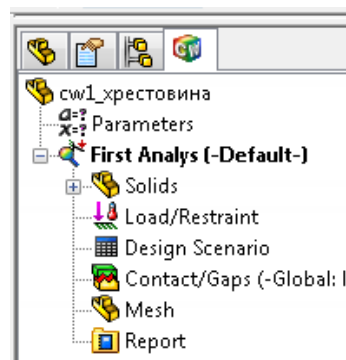

Рис. 1.11. Менеджер CosmosWorks для нещодавно створеного аналізу
3. Натисканням **ОК** підтвердіть вибір, після чого переглянете зміни в **Менеджерові** Cosmosworks (рис. 1.11). З'явився аналіз із призначеним вами іменем ( у цьому випадку – First Analys). Аналіз має тип **Static** (Статичний), про що свідчить відповідна піктограма. У розрахунках бере участь єдине тверде (**Solid**) тіло - Хрестовина ( від ім'я файлу Cosmosworks).